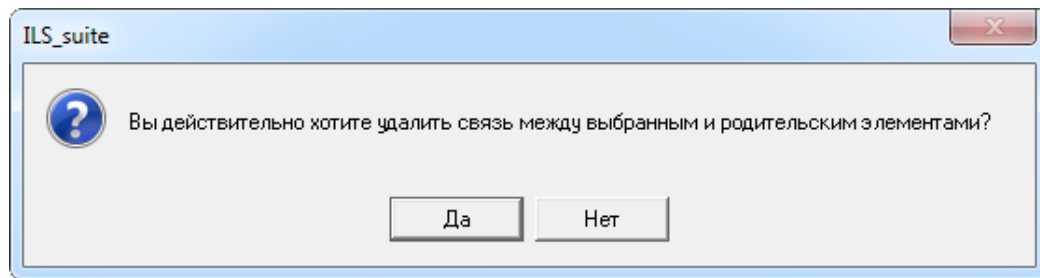

Рис. 13-218 – Диалоговое окно при удалении связи миссии или коррекции с экземпляром ВС
4) В открывшемся диалоговом окне нажать «Да» для подтверждения действия (рис. 13-218).